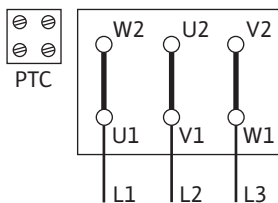
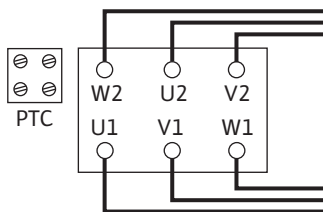

Fig. 10: Rozruch Y-Δ
Fig. 11: Połączenie Δ
- Napięcie zasilania jest zależne od mocy silnika P2, od napięcia sieciowego i od sposobu załączania. Wymagane łączenie mostków połączeniowych w skrzynce zaciskowej zamieszczono w następującej tabeli, jak również Fig. 10 i Fig. 11.
Rozruch Y-Δ (standardowy)	Usunąć mostki połączeniowe (Fig. 10).
Start przez łagodny rozruch	Połączenie Δ (Fig. 11)